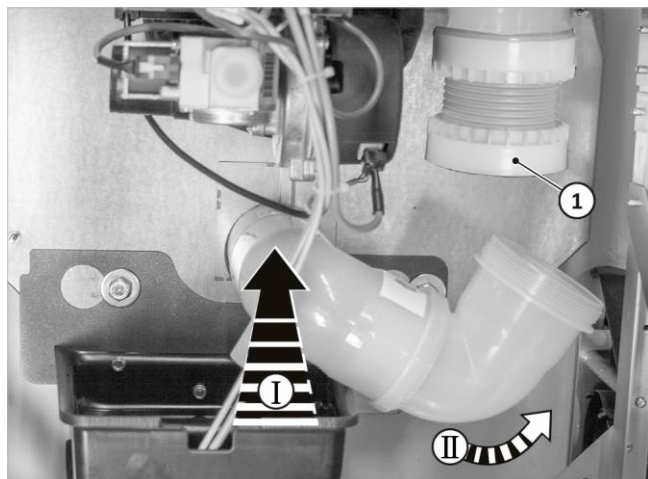

Fig. 18 : montage du coude d'évacuation des gaz
5. Tirez l'écrou-raccord (cf. → fig. 18, 1) vers le bas et vissez-le avec le coude d'évacuation des gaz.